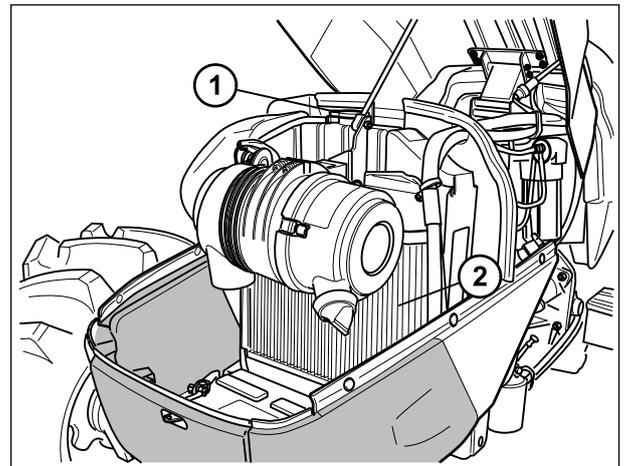

Fig.5-45
OPERAÇÃO 31. Sistema de arrefecimento Fig.5-45 e 5-46 Limpeza
Para facilitar a descarga do líquido refrigerante, tire o tampão (1) do radiador (2 - Fig.5-45).
Feche os tampões de descarga e encha o sistema com líquido refrigerante até 20-25 mm abaixo da borda do tampão de enchimento (1-Fig.5-45) do radiador (2).